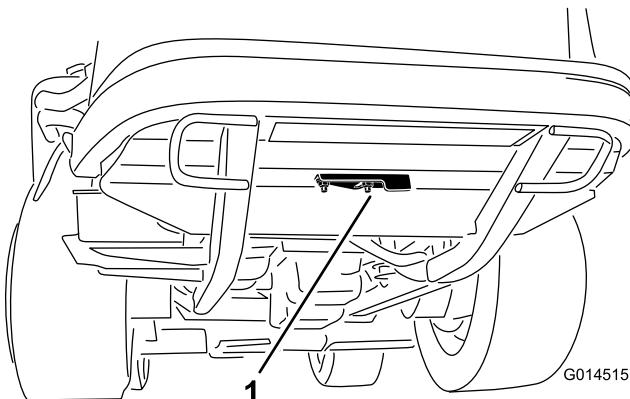

Figura 43
2. Afloje la tuerca con arandela prensada que sujetla la tapa del hueco de limpieza a la parte inferior del bastidor trasero (Figura 43). Gire la tapa a un lado para tener acceso al hueco de limpieza del bastidor.